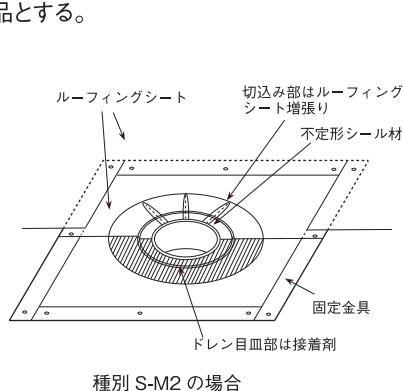

図 9.4.18 ルーフトレン回りの納まりの例
- 種別 S-M1、S-M2 及び S-M3 のルーフトレン回りは、図 9.4.18 による。ルーフトレン回りは、不具合が生じやすい部位なので、張り付けたシート類のローラー転圧を十分に行う。特に、シート類相互の接合部の段差部は、ステッチャー等で十分に転圧する。